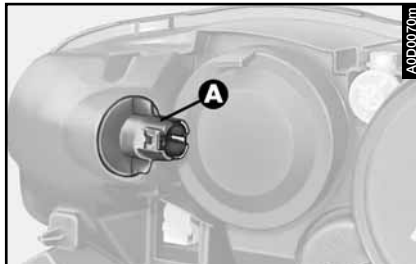

fig. 35
– girar hacia la izquierda y sacar el grupo portalámparas (**A- fig. 35**), sin desenchufar el conector;